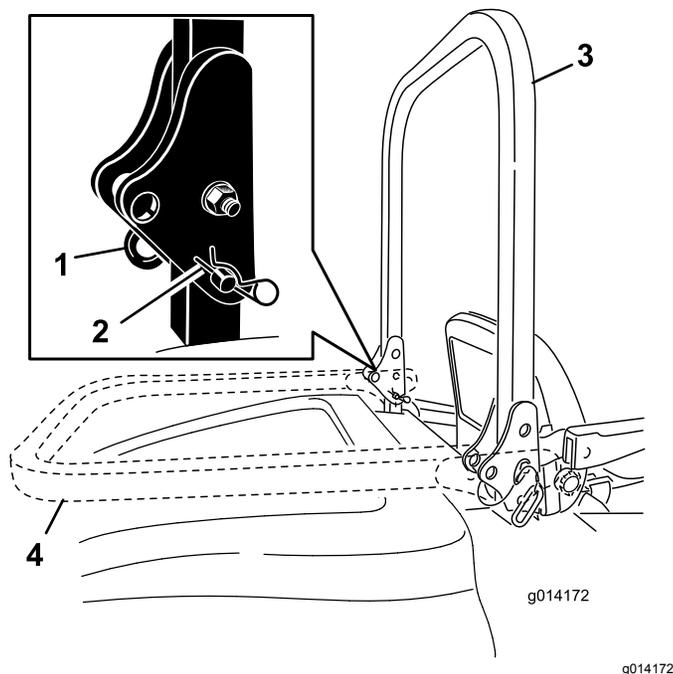

Figura 22
2. Retire las 2 chavetas y retire los 2 pasadores (Figura 22).
3. Eleve la barra anti-vuelco a la posición vertical (Figura 22).
4. Sujete la barra antivuelco con los 2 pasadores y las 2 chavetas (Figura 22).
1. Retire las chavetas, empuje la barra antivuelco hacia adelante contra los muelles, y retire los 2 pasadores (Figura 22).
2. Baje la barra antivuelco (Figura 22).
3. Instale los 2 pasadores en las placas de giro y sujete los pasadores con las 2 chavetas (Figura 22).